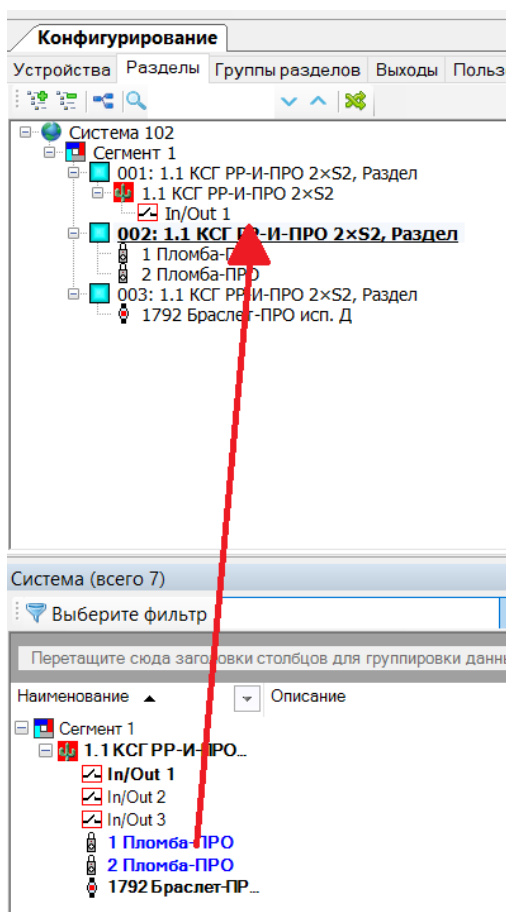

Рисунок 3.6
3.2.3.6 На вкладке "Разделы" перетащить извещатель из окна "Система" в нужный раздел (см. Рисунок 3.6). Или на вкладке "Устройства" в окне "Система" выбрать номер нужного раздела (или добавить в новый).